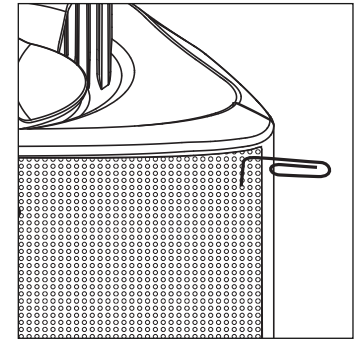

FIGURA 5: Retire a grade usando um clipe para papel.
1. Separe os componentes da caixa acústica: Remova os suportes e os botões dos suportes. Remova a grade puxando-a com cuidado da caixa com um clipe para papel [figura 5].